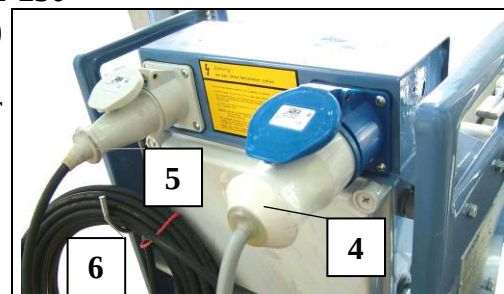

Fig. 32 Aansluitstrook van de lier
- De overtollige kabel zorgvuldig oprollen en inhangen aan de haak (Fig. 32 pos. 6). - Anders bestaat er ongevalgevaar door te blijven hangen of beschadiging van de kabel.
- Kabel (1) uit kabelhouder (2) halen.
- Omlaag-knop op bedieningseenheid indrukken. - Voldoende kabel afhaspelen, daarbij kabel spannen zodat de slappe kabelschakelaar (3) geactiveerd blijft.